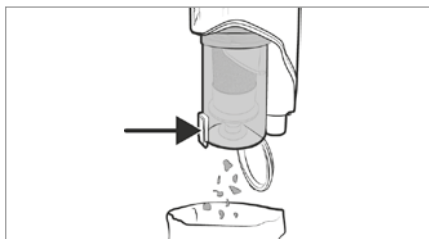

Fig. 18
- 1) Țineți recipientul de praf 7 deasupra unui coș de gunoi și apăsați tasta de deblocare a capacului recipientului de praf 8. Capacul recipientului de praf 9 se deschide, iar conținutul se varsă în coșul de gunoi (a se vedea fig. 18). Apoi închideți capacul recipientului de praf 9.